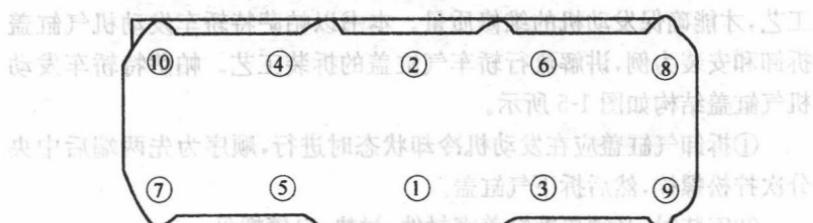

图 1-6 气缸盖螺栓拧紧顺序
④气缸盖螺栓拧紧顺序如图 1-6 所示。拧紧力矩第一次为 $60N\cdot m$, 分两次再拧 $1/2$ 圈(即 $2 \times 90^\circ$)。